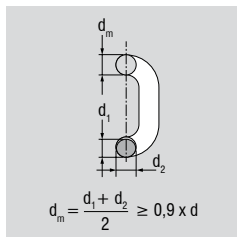

Fig. 11: Reducering af kædeleddets tykkelse
- Reducering af kædeleddets tykkelse på et vilkårligt sted i midten med > 10 % (Fig. 11)